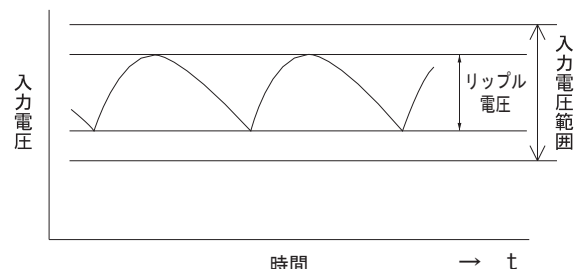

図 2.1 入力電圧のリップル
(4) 入力電源
- 入力電圧に含まれるリップル電圧 (図 2.1) は、以下のようにご使用ください。この値が大きくと出力リップル電圧が大きくなります。